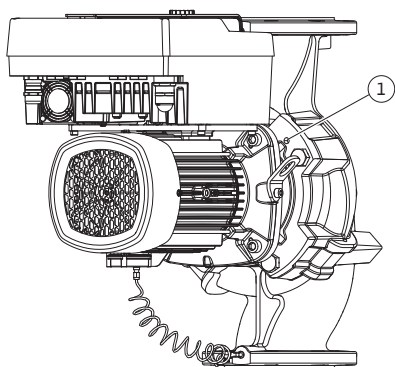
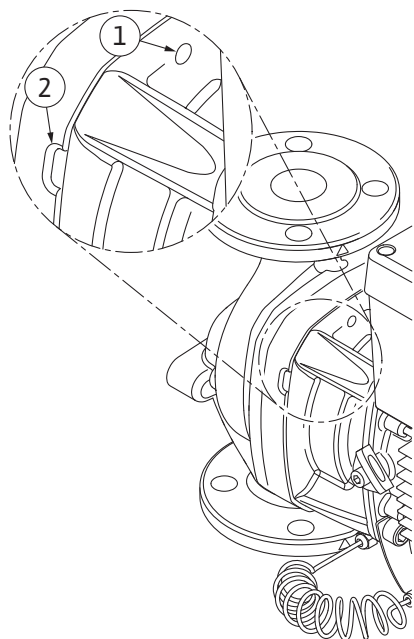

Fig. 108: Siseosakomplekti vajutamine üle keermeavade
Fig. 109: Keermestatud avad ja pilu siseosakomplekti mahasurumiseks pumbakorpuselt
12. Vabastage pumbatüübil (Fig. III, IV) poldid (pos 29). Kasutage kahte kõrvalolevat keermeava (Fig. 108, pos 1) ja sobivaid kohapeal olemasolevaid polte (nt M10 x 25 mm). Vajutage siseosakomplekt pumbakorpuselt maha. Kasutage pumbatüübil (Fig. I ja Fig. II) kahte keermeava M10 (vt Fig. 108) ning sobivaid ja kohapeal olemasolevaid polte (nt M10 x 20 mm). Mahasurumiseks saab kasutada ka pilu (Fig. 109, pos 2). Kasutage selleks näiteks kahte kruvikeerajat kangidena. Pärast umbes 15 mm pikkust mahasurumisteedkonda ei juhi pumbakorpus enam siseosakomplekti.